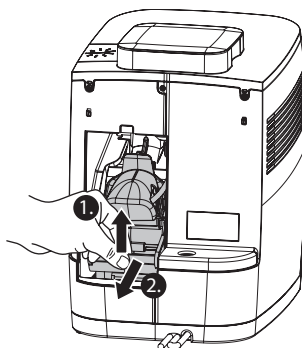

bild 15: Att dra ut bryggenheten
4. Dra bryggenhetens spak uppåt och dra försiktigt bryggenheten snett nedåt och ut ur maskinen (bild 15).